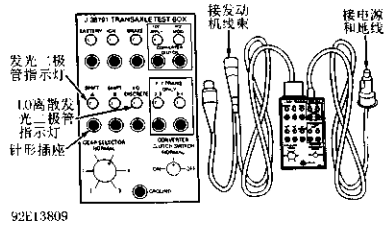

图 2-38 变速驱动桥测试盒（J-38791）识别
② 使用变速驱动桥测试盒（J-38791），在变速驱动桥壳体接头和发动机线束接头之间连接测试线束（图 2-38）。在数据传送接头上连接一个双向故障诊断仪或 Tech 1 故障诊断仪（94-00101 A）。